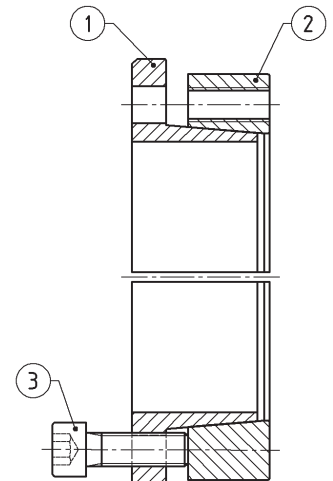

Figura 2
2. Afloje todos los tornillos de bloqueo con un mínimo de cuatro (4) giros y transfiera los tornillos a las roscas de empuje con el fin de mantener las Partes 1 y 2 separadas durante el ensamblaje (ver Figura 2).
(Favor de referirse a la Figura 2)